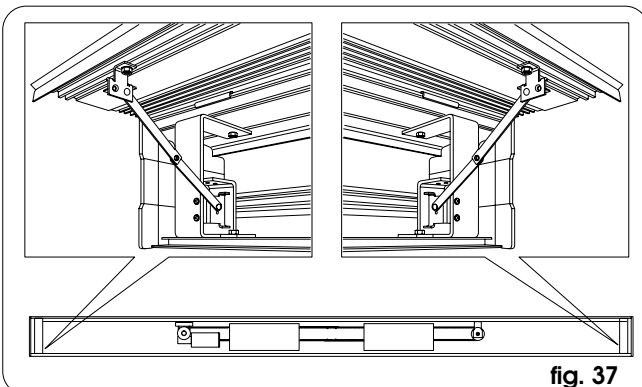

fig. 37
- brazos articulados para instalarlos como se indica en la fig. 37.